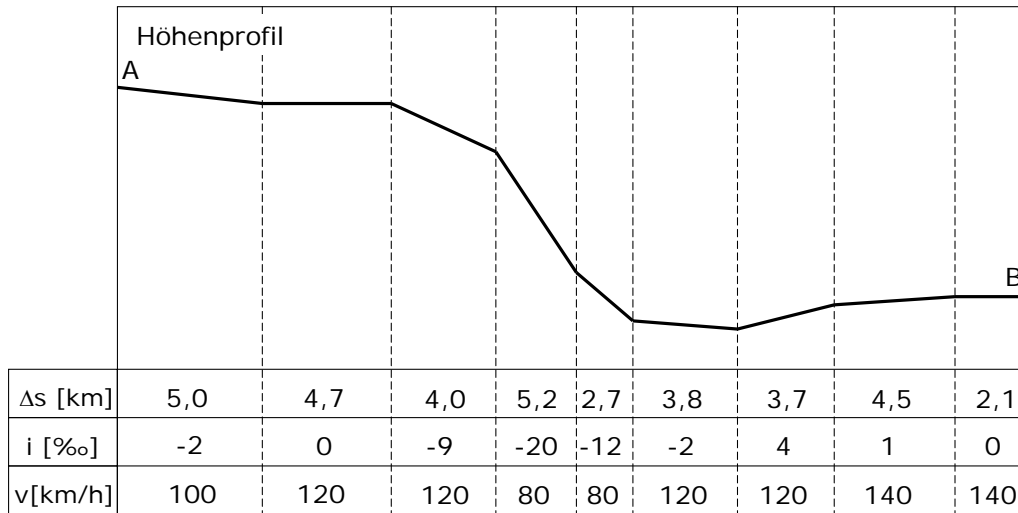

Abbildung 3.1: Streckenprofil von A nach B zur **Wahlaufgabe Schienenverkehr**
3. Das Fahrzeug durchfährt die in Abbildung 3.1 dargestellte Strecke von A nach B. Es wird angenommen, daß die auf dem Fahrzeug installierte Antriebsleistung ausreicht, um die Soll-Geschwindigkeit zu erreichen. Prüfen Sie, auf welchen Streckenabschnitten im Gefälle die zulässige Geschwindigkeit nur eingehalten werden kann, wenn eine Beharrungsbremse eingeleitet wird. Bestimmen Sie für jeden Abschnitt die erforderliche Bremskraft und Bremsleistung sowie die an den Bremsen umgesetzte Energie.